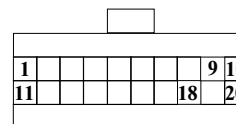

Рис. 5
**Внимание!** Если на автомобиле не установлен иммобилайзер АПС-4, то необходимо ввести перемычку между контактами 9 и 18 в разьеме для подключения блока иммобилайзера, расположенного под панелью приборов рядом с контроллером впрыска. Внешний вид разъема приведен на рис. 5